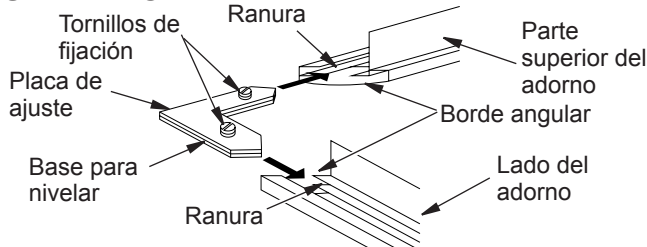

Figura 10 - Ensamble del adorno metálico
- Alinee la base para nivelar debajo de la placa de ajuste como se muestra en la figura 10.
- Deslice un extremo de la placa de ajuste/cuña en la ranura del borde angular del adorno superior (consulte la figura 10).
- Deslice el otro extremo de la placa de ajuste y base para nivelar en la ranura del borde angular del adorno de la chimenea (consulte la figura 10).